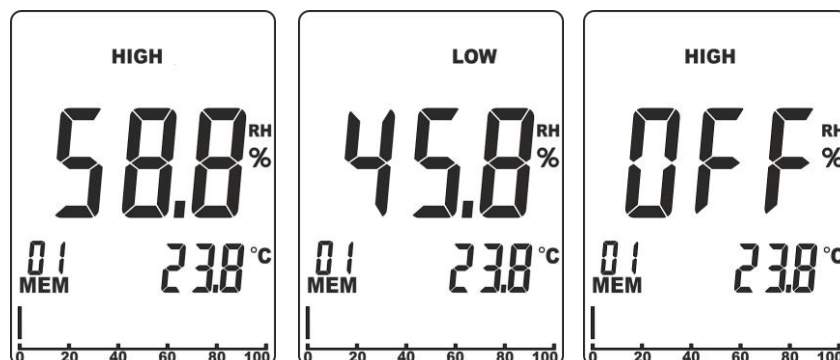

Fig. 5: Configuración umbrales de alarma medida %RH
1. Pulse simultáneamente durante algunos segundos las teclas **RH%** y **MODE/ZERO**. El símbolo “HIGH” se muestra en la parte superior del visualizador (ver la Fig. 5 – parte izquierda)
- Use las teclas flecha ◀ o ▶ para configurar el valor del umbral Máximo en el rango: **0.1% ÷ 99.9%**. En estas condiciones el instrumento emitirá un sonido **intermitente** para el valor medido de humedad superior al umbral configurado. Seleccione la opción **"OFF"** para deshabilitar las alarmas (ver la Fig. 5 – parte derecha)
- Pulse la tecla **MEM/ALM** para confirmar y pasar a la configuración del umbral Mínimo. El símbolo **"LOW"** se muestra en la parte superior del visualizador (ver el Fig. 5 – parte central)